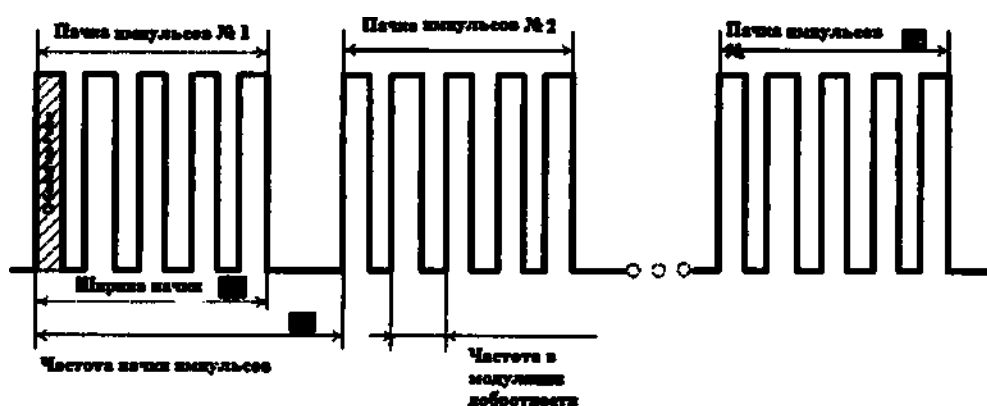

Рис. 5.20 – Диаграмма пачек импульсов
5.8.5.3 Диаграмма пачек импульсов представлена на рис. 5.20.